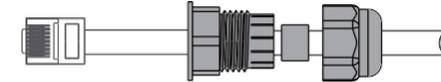

Abbildung 4.5-4 Schließen Sie die Kabelverbindung aus der Ferne
**Schritt 3-2 Für die Fernabschaltung.** Führen Sie das Kabel durch die Stahlplatte und verdrahten Sie dann die Stifte 5 und 6. Tabelle 4.6-1 beschreibt die Definition des 6-poligen Anschlusses, die Verdrahtung ist in Abbildung 4.5-4 dargestellt.